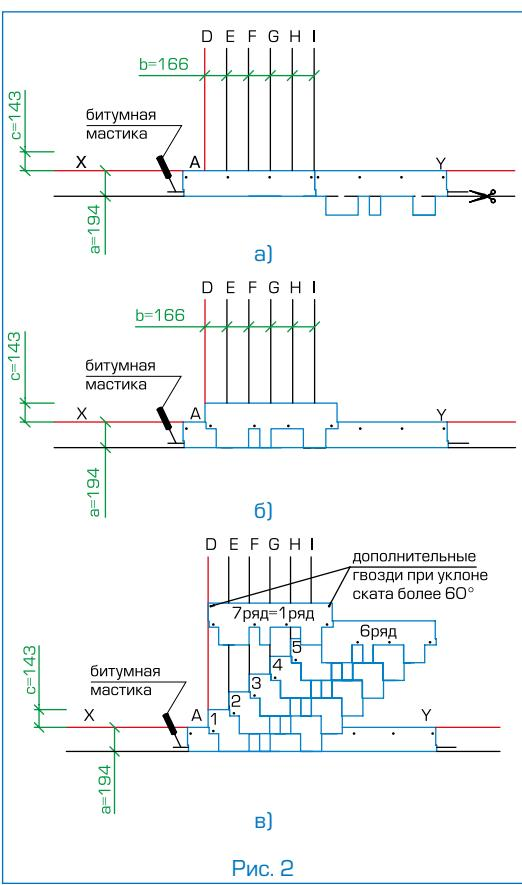

Рис. 2
Укладка материала (рис. 2)
- Начальный ряд формируется из листов черепицы АЛЬПИН с обрезанными лепестками. Полученные таким образом полосы шириной 19,4 см укладываются по линии карниза в обе стороны от линии I (рис. 2а) и фиксируются по нижнему краю битумной мастикой, а по верхней кромке 4 гвоздями (один гвоздь на 5 см ниже верхнего края полосы);
- далее первый ряд черепицы укладывается от линии AD (рис. 2б);
- второй ряд укладывается от линии E (со смещением 16,6 см от AD) (рис. 2в);
Каждый лист черепицы АЛЬПИН крепится 4 гвоздями таким образом, чтобы гвоздь прошивал и верхний край низлежащего листа черепицы (рис. 2в).